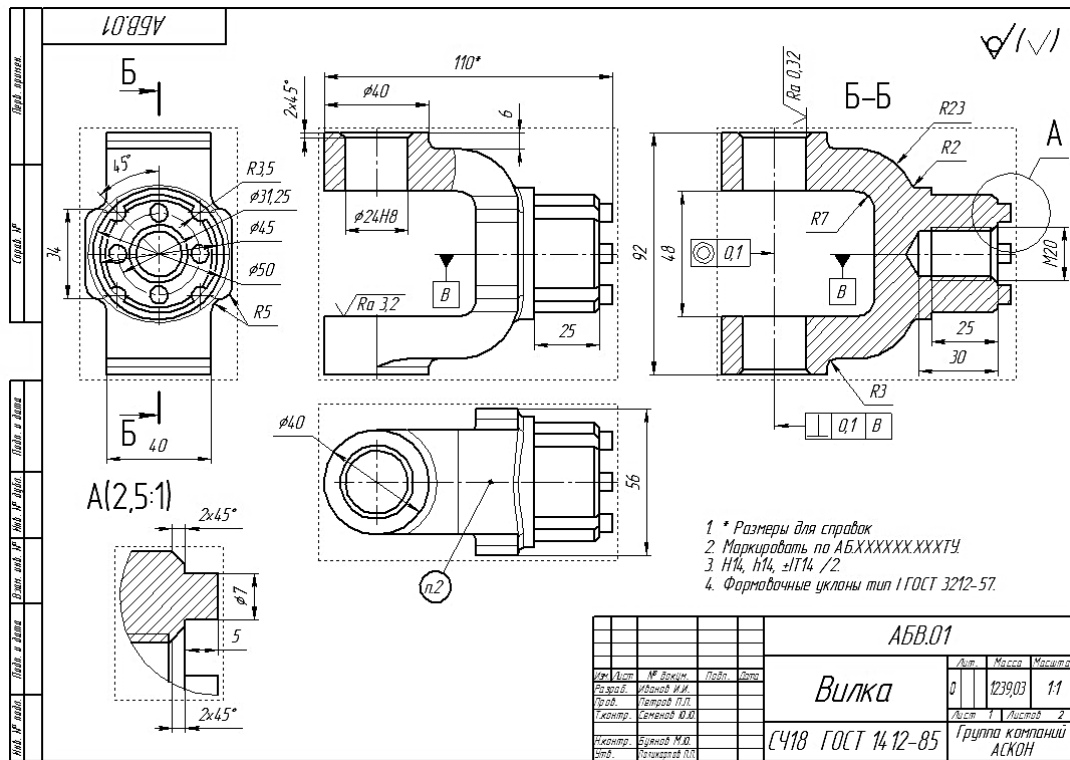

Рисунок 1.1 – Чертеж детали «Вилка»
**Цель работы:** создание 3D-модели детали «Вилка» (рисунок 1.1).